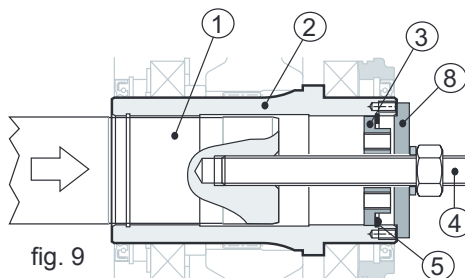

fig. 9
Insérer dans leur logement d'abord le fond (pos. 3), puis le seeger pour intérieurs (pos. 5), à ce stade en vissant l'écrou de la barre filetée placer les 2 arbres en butée l'un contre l'autre (voir fig. 9).